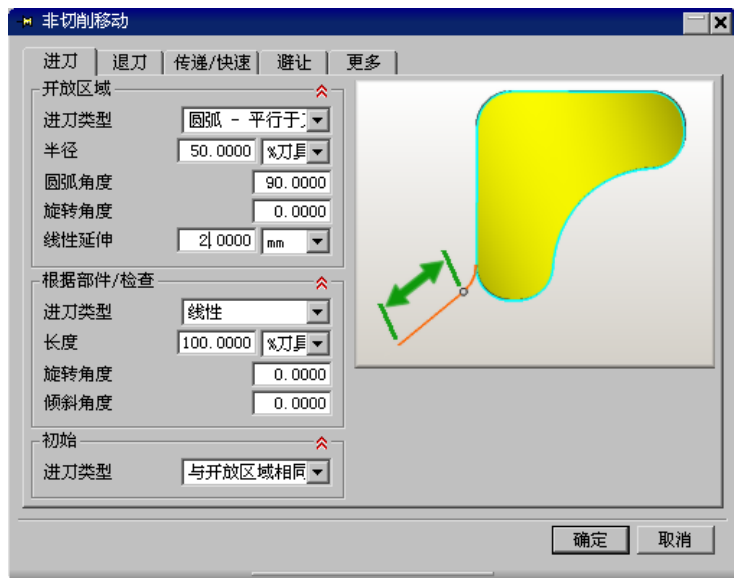

图 4.6.10 “进刀”选项卡
Step2. 单击“非切削移动”对话框中的“进刀”选项卡，其参数设置如图 4.6.10 所示。